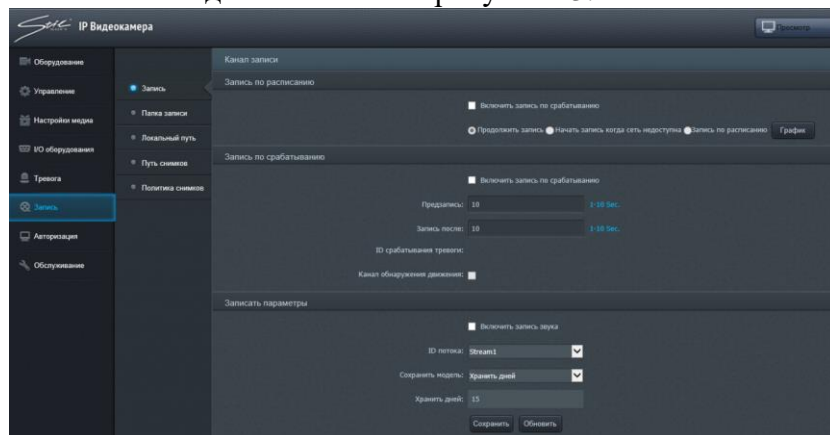

Рисунок 13 – Настройка параметров записи
9.9.11. Вкладка «Запись» позволяет настроить канал записи, выбрать параметры записи, папку для хранения, записанного видео и снимков - рисунок 13.